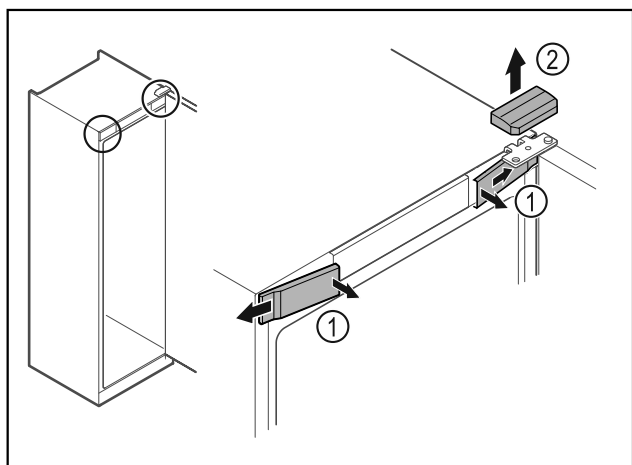

Fig. 10
- ▶ Nxirrni nga foleja kapakët mbulues të përpamë Fig. 10 (1) në pjesën e brendshme dhe hiqini nga anash.
- ▶ Hiqni kapakun mbulues të sipërm Fig. 10 (2) duke e ngritur lart.